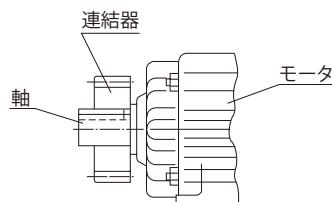
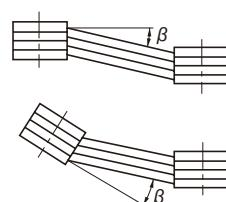

図 5-2
図 5-3
(2) チェーン・スプロケット、ギヤを使用する場合
- ・スプロケットやギヤの荷重作用点が軸中央よりモータ側へくるようにしてください。(図 5-2 参照)
(3) Vベルトを使用する場合
- ・両プーリ間の平行度、偏心度 β は 20° 以内としてください。(図 5-3 参照)